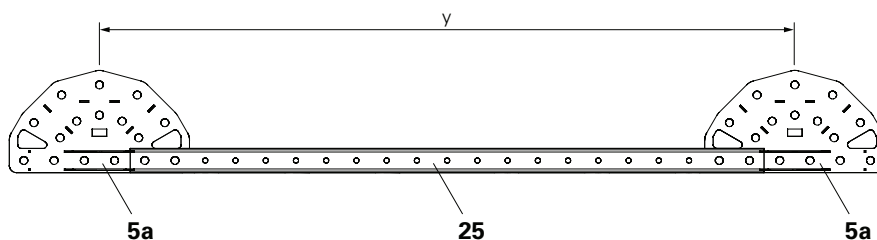
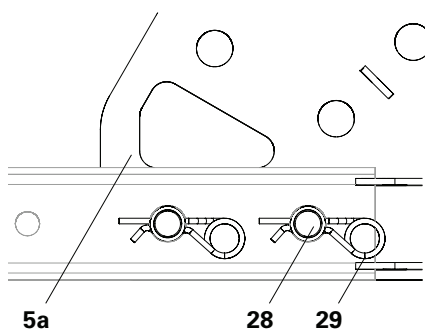

Fig. A4.02
Fig. A4.02a
3. Avvitare i correnti in acciaio 262 (**25**) con 2x perni Ø 32 (**28**) nei nodi di corrente (**5a**) e fissare con un inserto a molla 5/2 (**29**). (Fig. A4.02 + Fig. A4.02a)